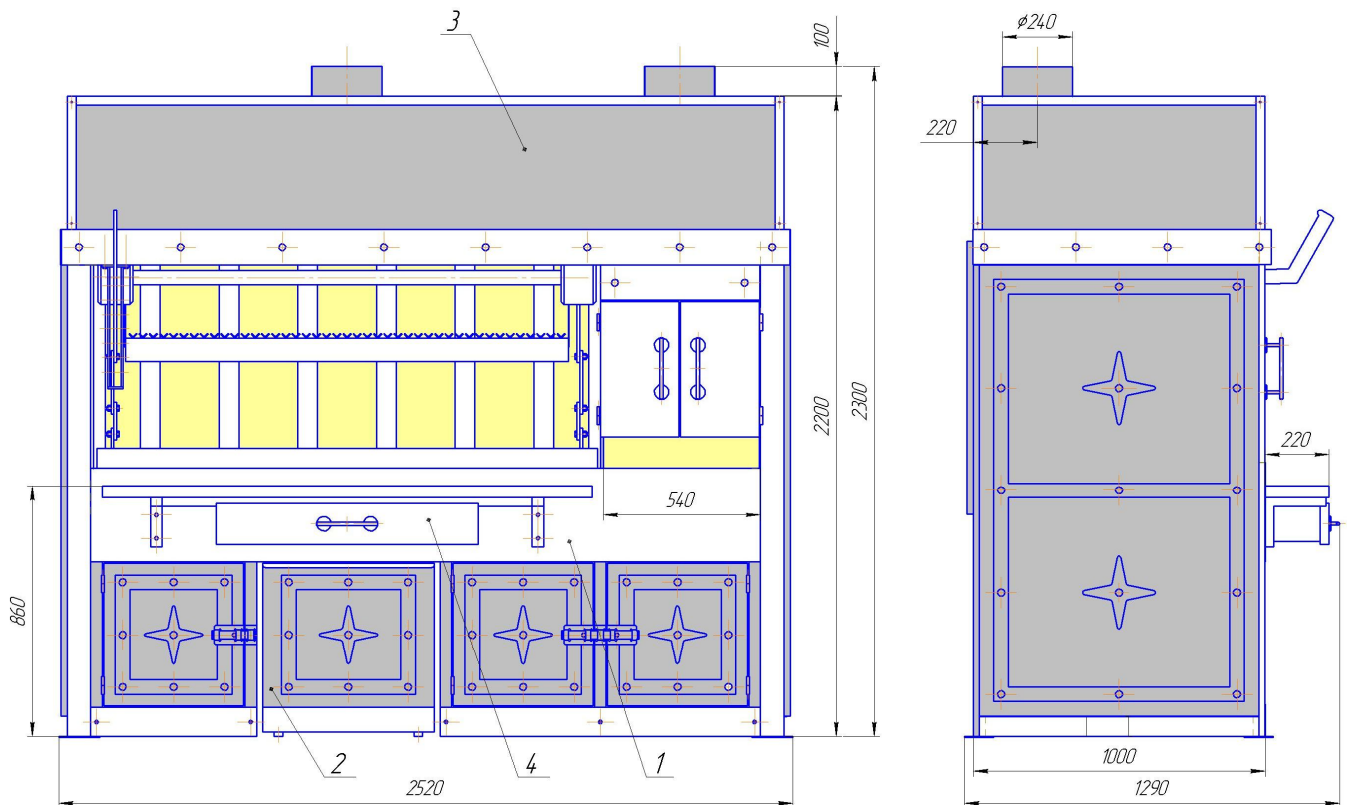
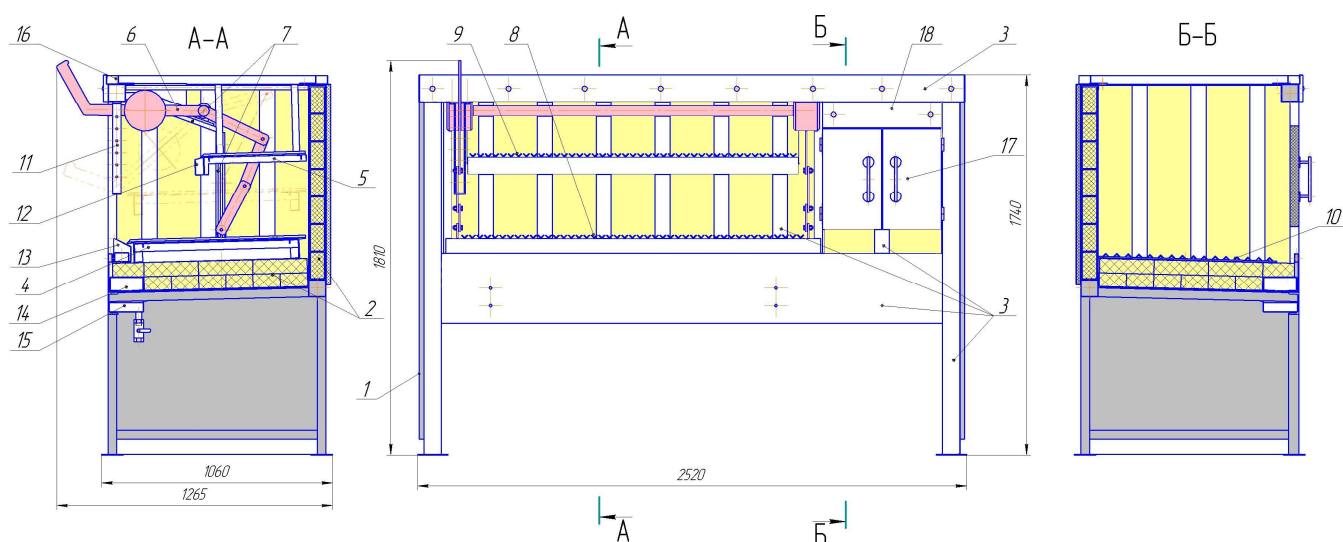
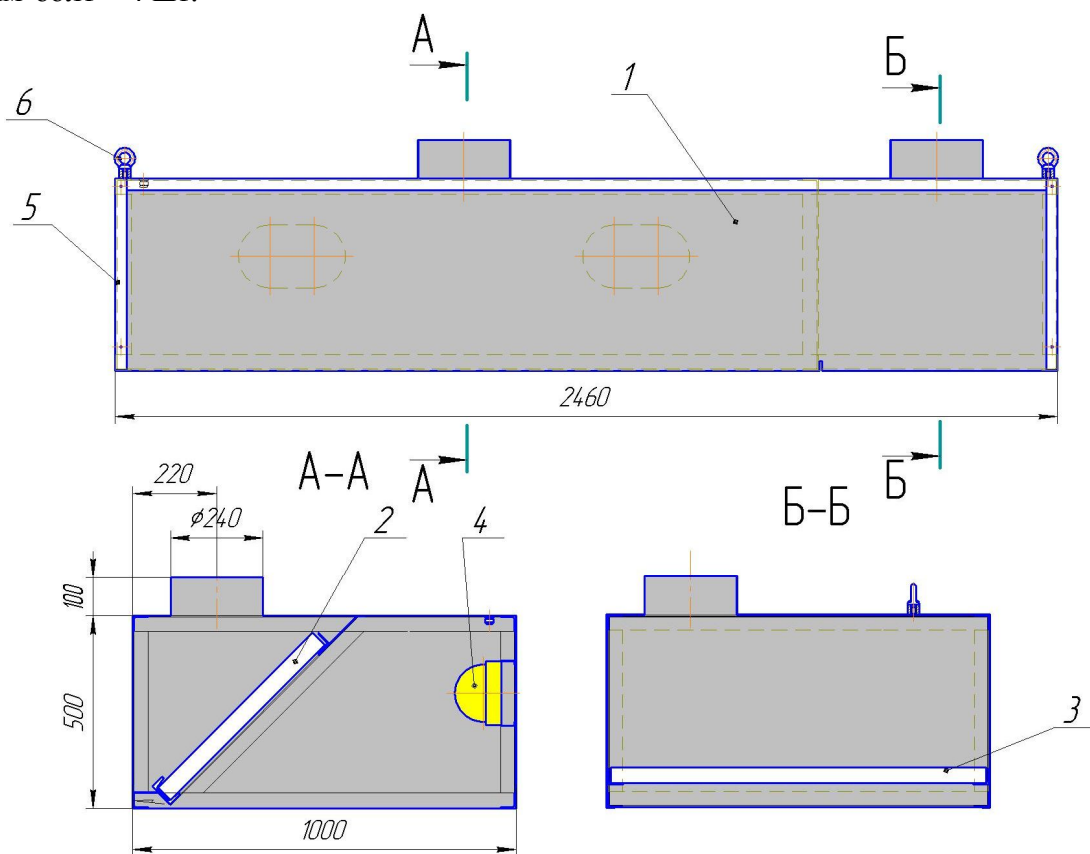

Рис. 1. Устройство гриля
Рис. 2. Устройство корпуса.
Рис. 4. Устройство зонта.
Гриль состоит из следующих основных элементов (см. рис.1):
Корпус состоит из следующих основных элементов (см. рис.2):
Зонт состоит из следующих основных частей (см. рис.4):
В топку, расположенную в правой части гриля, которая закрывается дверками (рис.2, поз.17), засыпается уголь. В топке уголь поджигается оператором. Тепло отводится через правую часть зонта (рис.1, поз 7), при этом искры гасятся фильтрами-искрогасителями (рис.4, поз 3).
По мере выгорания, уголь распределяется оператором в левую часть гриля под нижнюю платформу (рис.2, поз.4). При этом нижнюю платформу приподнимают вручную оператором вертикально с помощью механизма подъема (рис.2, поз 6) на некоторую высоту и стопорят с помощью фиксатора, закрепленного на стойке регулировочной (рис.2, поз.11). На нижней платформе установлены нижние решетки (рис.2, поз.8), на которых непосредственно и происходит приготовление продукта (мяса). Излишки жира стекают по желобам уголков решеток в нижний жироборник с перфорированной решеткой (рис.2, поз 13).
Над нижней платформой подвешена верхняя платформа (рис.2, поз.5), с расположенными на ней решетками (рис.2, поз.9). На верхних решетках происходит непосредственное временное хранение приготовленного продукта. Верхняя платформа также оборудована съемным жироборником (рис.2, поз.12). Тепло и все испарения отводятся через левую часть зонта (рис.1, поз.3), оборудованным съемными фильтрами жироуловителями (рис. 4, поз.2). В левой части зонта расположены два светильника (рис.4, поз.4), предназначенных для освещения рабочей зоны.
Стекающий жир с фильтров жироуловителей накапливается в коробчатом лотке (рис.2, поз.16). По мере необходимости излишки жира сливаются через патрубок с вентилем.
На фасадной части гриля закреплен кронштейн со съемной столешницей (рис.1, поз.4). В кронштейне установлен выдвижной ящик, предназначенный для хранения инвентаря.
Гриль оборудован системой слива вода во время его непосредственной мойки. А именно: под кирпичами верхнего ряда горизонтальной кладки расположен перфорированный вкладыш (рис.2, поз.14), через который вода стекает в лоток, оборудованный вентилем (рис.2, поз.15).
5. Ближние полки вертикальных ручьев и окна под установку кирпича закрыть декоративными накладками (рис.2, поз.3), которые закрепить на вытяжных заклепках.
6. Установить на дно основания гриля перфорированный вкладыш (рис.2, поз.14).
8. Установить все снятые в п.3 элементы на своё место. Особое внимание обратить на плавность перемещения механизмов подъема нижней платформы (рис.2, поз.6). Перемещение должны быть без заеданий и заклинивания. При необходимости отрегулировать его положение, ослабив болты крепления и соосно выставив кронштейны (рис.2, поз.7) относительно штанги подъемного механизма. Далее затянуть все болты механизма. Рекомендуется смазать направляющие кронштейнов (рис.2, поз.6) термостойкой антизадириной смазкой.